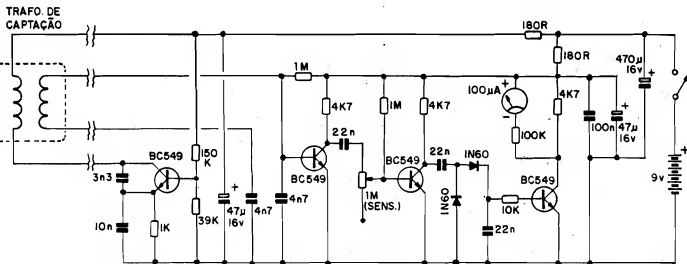

Fig.1
- FIG. 1 - O CIRCUITO - São transistores, nenhum integrado (o que contribui para facilitar a "vida" dos Hobbyistas mais distantes, que às vezes encontram dificuldades na obtenção até dos componentes mais simples...). Vamos iniciar as explicações pelo próprio "transformador" de captação: são duas bobinas iguais e planas, que ficam, na instalação final, parcialmente sobrepostas, de modo que ocorra pouca interação magnética entre ambas (baixo acoplamento indutivo). Na presença de uma massa metálica, simplesmente ocorre uma "melhora" no acoplamento magnético entre ambos os enrolamentos, com o que mais energia pode ser indutivamente transferida de um para outro... Esse diferencial "positivo" de energia, é então avaliado e indicado pelo circuito! Uma das bobinas faz parte de um bloco oscilador simples, tipo Colpitt, centrado no primeiro BC549. Com os valores dos demais componentes (3N3 na realimentação coletor/emissor, 10n no desacoplamento, 1K no dimensionamento de Corrente de emissor, e 150K e 39K na polarização de base), a Frequência fundamental situa-se acima de 100KHz. Para boa estabilização, esse bloco é alimentado pelos 9V da bateria que energiza